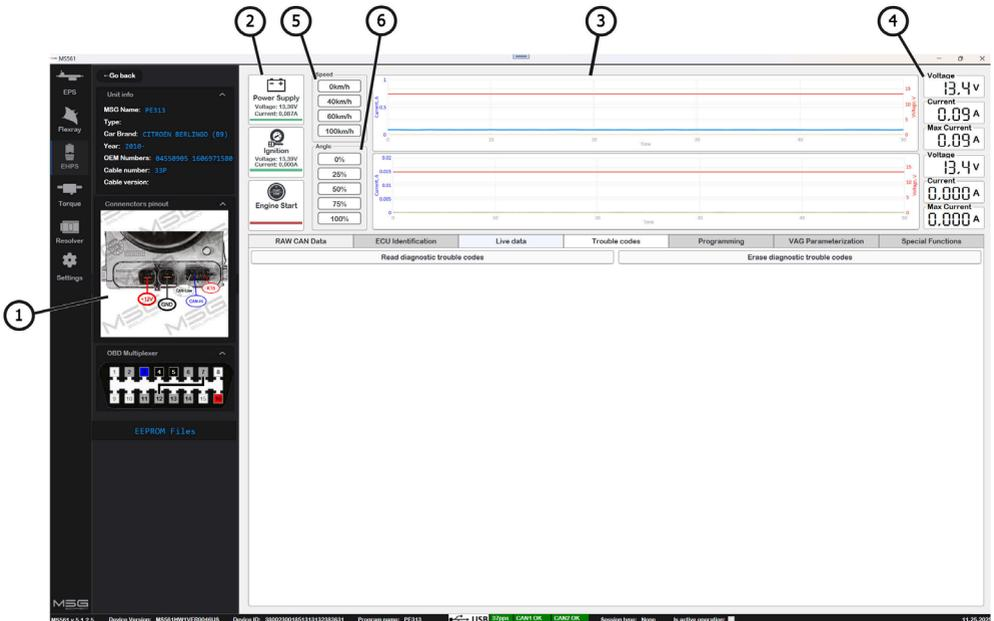

Figura 5. Ventana del programa del tester MS561 PRO – diagnóstico de la unidad
3.3. Si no dispone del cable especial necesario, conecte la bomba utilizando un **cable universal**, siguiendo el **diagrama de conexión** que se muestra en la ventana del programa – diagnóstico de la unidad (ver posición 1, figura 5).
4. Encienda la bomba pulsando sucesivamente los botones: “Power Supply”, “Ignition”, “Engine Start” (ver posición 2, figura 5).
4.1. Evalúe el funcionamiento de la bomba con el tester MS561 PRO según los siguientes criterios (ver figura 5):
- Aumente gradualmente la velocidad de giro del volante (posición 6, figura 5) – **el valor del caudal debe aumentar.**
- Aumente gradualmente la velocidad del vehículo (posición 5, figura 5) – **el valor del caudal debe disminuir.**
- Ajuste los valores de velocidad del vehículo y de giro del volante (posiciones 5 y 6, figura 5) a cero. En el tester MS511, gire la válvula de selección de modo a la posición **"PUMP"**, en sentido horario hasta el tope. Al cerrar completamente la válvula, la bomba debe generar una presión de **100 bar** y mantenerse en ese valor (la mayoría de bombas están calibradas para ese valor). En este caso, el caudal debe caer a cero. Esta prueba también evalúa el rendimiento de la bomba bajo carga, lo que provoca un notable aumento en el consumo de corriente.
- En el software del tester MS561 PRO, apagar la unidad pulsando los botones (ver posición 2, figura 5) en el siguiente orden: **"Engine Start"**, **"Ignition"**, **"Power Supply"**.